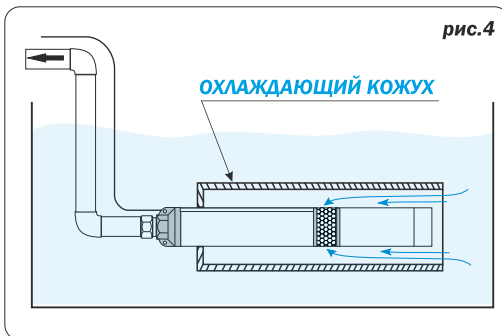

рис.4
- Необходимо установить внешний кожух для эффективного охлаждения двигателя (см. рис.4). Кожух представляет собой установленную вокруг насоса трубу, закрытую с одной стороны. Открытой остается сторона, расположенная со стороны двигателя. При работе насоса, перекачиваемая вода с необходимой скоростью проходит вдоль двигателя эффективно охлаждая его. Диаметр охлаждающего кожуха может быть от 85мм до 150мм.